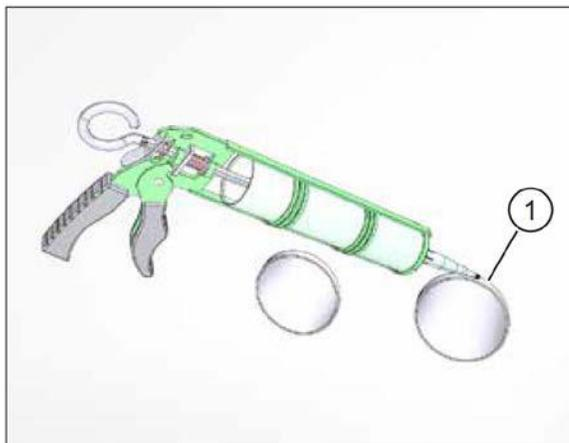

Рис. 31: герметизировать вентиляционные трубы на наружной стене
- ▶ Снимите фаски с обеих кромок трубы (поз. 1 на рис. 31) примерно под углом $5 \times 45^\circ$, чтобы создать зазор для уплотняющих швов с использованием нетвердеющего герметика.